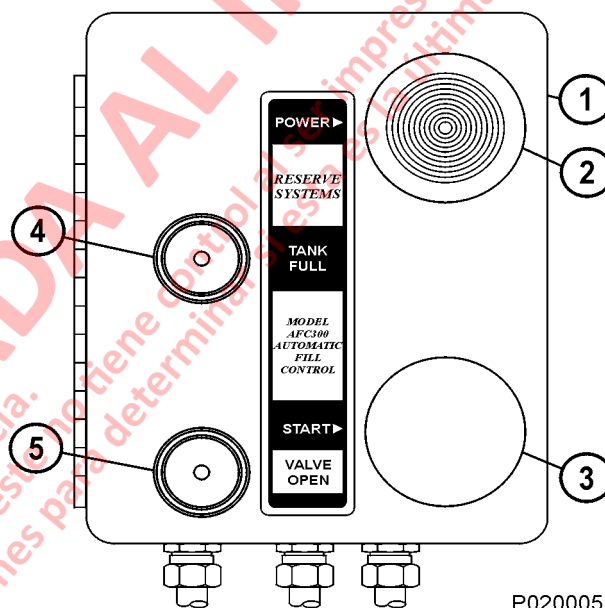

FIGURA 31-3. CARGA REMOTA DEL TANQUE DE ACEITE DE RESERVA
El interruptor del sistema (2, Figura 31-3) es un interruptor pulsador iluminado de encendido que proporciona energía al sistema de llenado. El interruptor de inicio (3) es un interruptor de pulsación momentánea que abre la válvula de llenado en el tanque de reserva para comenzar el llenado automático del tanque de reserva. El aceite de suministro fluye bajo presión a través de la válvula de llenado e ingresa al tanque.
2. Active el interruptor del sistema (2, Figura 31-3) para encender el sistema de llenado.
3. Presione el interruptor de arranque (3). La luz de válvula abierta (5) se deberá encender y el proceso de carga comenzará.